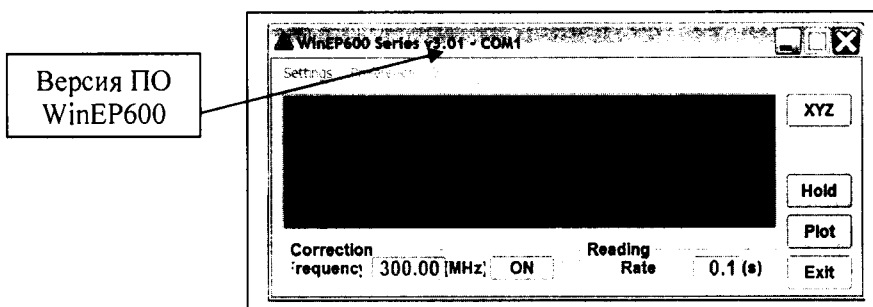

Рисунок 2
8.2.6.1 В левом верхнем углу окна (рисунок 2) наблюдать версию ПО WinEP600.